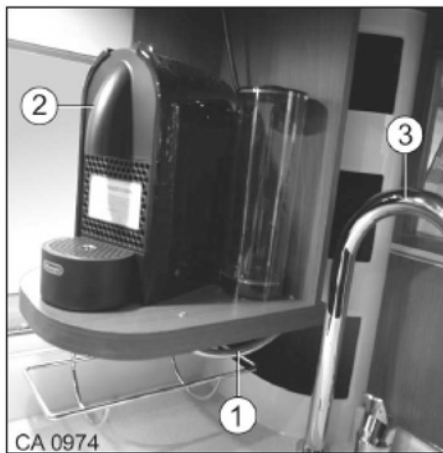

Fig. 154 Cafetière à capsules dans le placard de pavillon
1. Tourner le robinet (Fig. 154/3) vers la droite.
2. Tirer sur la poignée (Fig. 154/1) jusqu'à ce que la cafetière à capsules (Fig. 154/2) soit complètement sortie. Veiller à ce qu'il n'y ait pas d'objets dans le rayon d'action.
3. Pour ranger la cafetière à capsules (Fig. 154/2), la glisser complètement dans le placard de pavillon en la tenant par la poignée (Fig. 154/1).